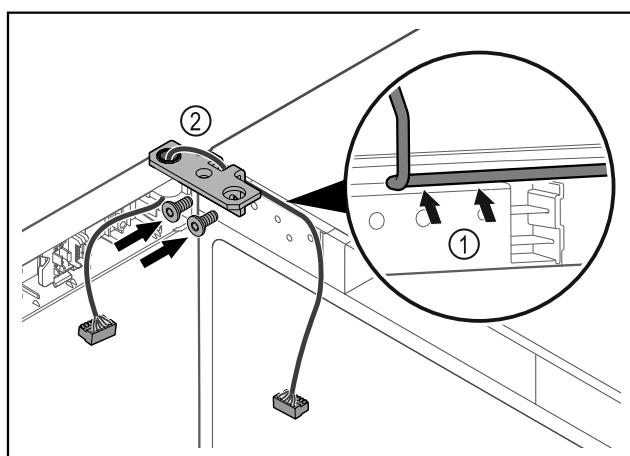

Fig. 43
- Prevlečte kábel cez vybranie uholníka závesu a opatrne ho položte Fig. 43 (1).
- Naskrutkujte uholník závesu Fig. 43 (2).